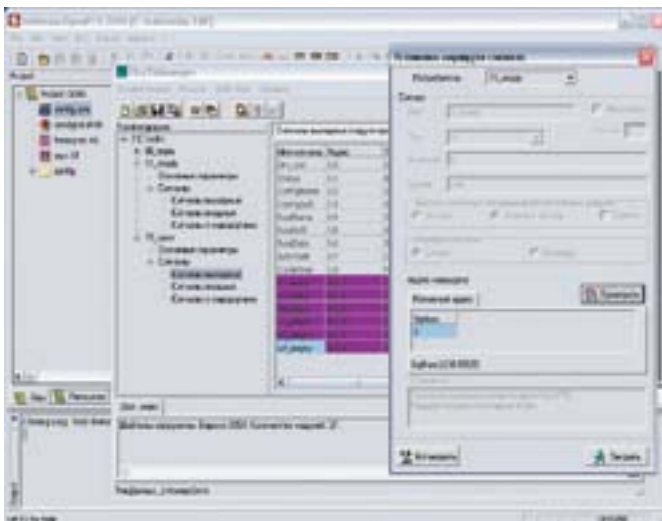

Рис. 5. Маршрутизация сигналов из OpenPCS
■ маршрутизируем созданные сигналы в модуль I1\_empty, начиная с номера 1 (рис. 5).